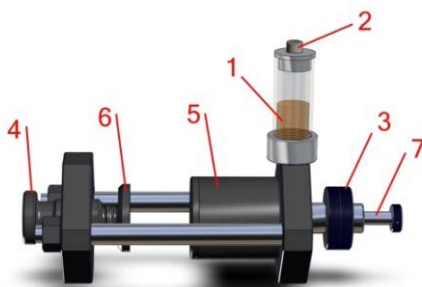

Рисунок 5.5.1
1. Снимите крепежную гайку приспособления (Рис. 5.5.1, поз. 3) с опорной рамы Приспособления для испытаний на прочность при сжатии под высоким давлением.
2. Осторожно надвиньте Приспособление для испытаний на прочность при сжатии под высоким давлением на подвижную штангу Электронной универсальной установки (Рис. 7.3, поз. 12). Установите на место крепежную гайку (Рис. 5.5.1, поз.3) и затяните ее вручную для закрепления приспособления на подвижной штанге (см. Рис. 5.5.2).
Зажим образца (Рис. 5.1.1, поз. 3) должен быть установлен на неподвижный держатель зажима Электронной универсальной установкой для испытания смеси на прочность. Он будет являться плоской опорной поверхностью для на которую будет нажимать конец подвижного штока (Рис. 5.5.1, поз. 7) во время испытаний на прочность.
3. Потяните подвижный шток (Рис. 5.5.1, поз. 7) в направлении зажима, установленного на неподвижном зажиме Электронной универсальной установки. Вытяните шток на всю его длину.
4. Осторожно установите подготовленный образец 2" x 2" (50 мм x 50 мм) смеси между подвижной головкой (Рис. 5.5.1, поз. 5) и неподвижным зажимом (Рис. 5.5.1, поз. 6) приспособления для испытаний на прочность при сжатии под высоким давлением. Регулировочной гайкой зажмите образец смеси между подвижной головкой и неподвижным зажимом. Не прилагайте больших усилий к гайке – необходимо только зафиксировать образец на месте.
2. После установки Приспособления для испытаний на прочность при сжатии под высоким давлением на Электронную универсальную установку резервуар с маслом должен быть в вертикальном положении. После этого снимите с него вентилируемую крышку (Рис. 5.5.1, поз. 2).
3. Вручную, быстро передвигайте подвижный шток (Рис. 5.5.1, поз. 7) внутрь и обратно. При этом в емкости с маслом (Рис. 5.5.1, поз. 1) могут появиться пузырьки воздуха, поднимающиеся вверх. Повторяйте движения штоком до тех пор, пока пузырьки воздуха в емкости не перестанут выделяться.